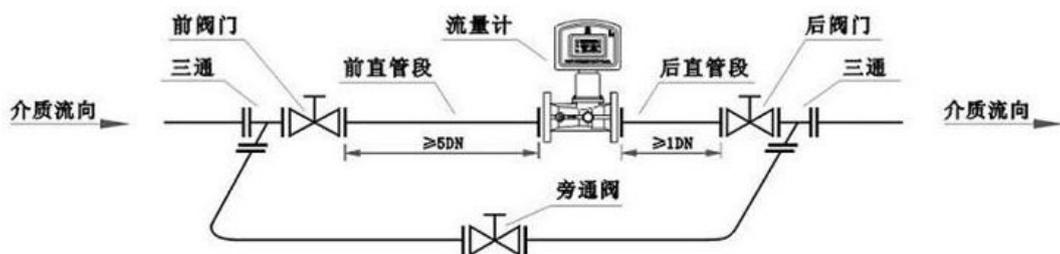

图 5 流量计水平安装示意图
- 3) 为了便于维修，不影响流体正常输送，建议按图 5 所示设置旁通管道。